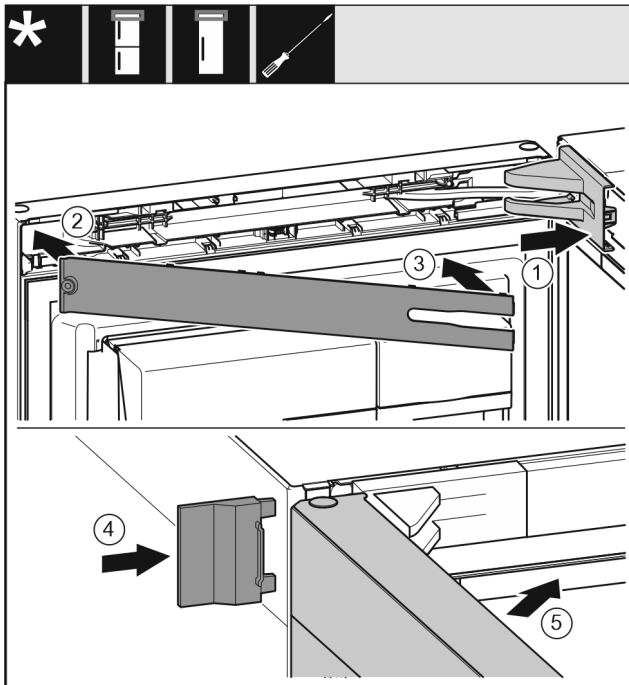

Fig. 22
- ▶ Крышку опорного кронштейна установите и зафиксируйте, при необходимости осторожно разожмите. Fig. 22 (1)
- ▶ Установите накладку. Fig. 22 (2)
- ▶ Наклоните и зафиксируйте накладку. Fig. 22 (3)
- ▶ Надвиньте внешнюю крышку. Fig. 22 (4)
- ▶ Закройте верхнюю дверь. Fig. 22 (5)